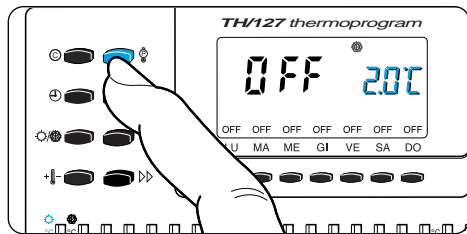

Fig. 33
10.2 - Premere il pulsante  (fig. 33).